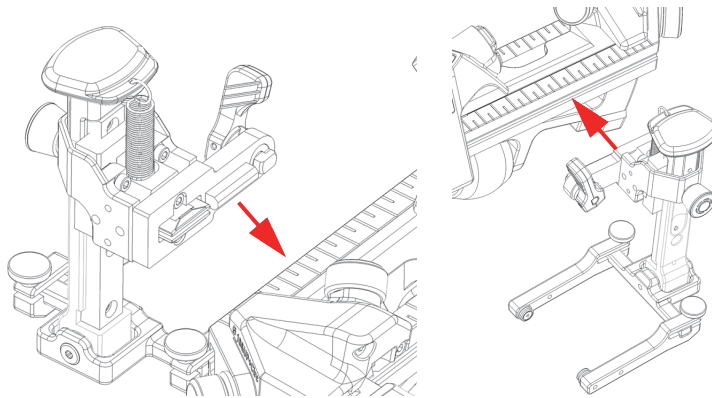

Рис. 2-6 Выравнивание крепления ПЭП со слотом направляющей
2. Совместите крепление ПЭП со слотом направляющей, убедившись, что оба расположены параллельно друг другу (Рис. 2-6 на стр 43).